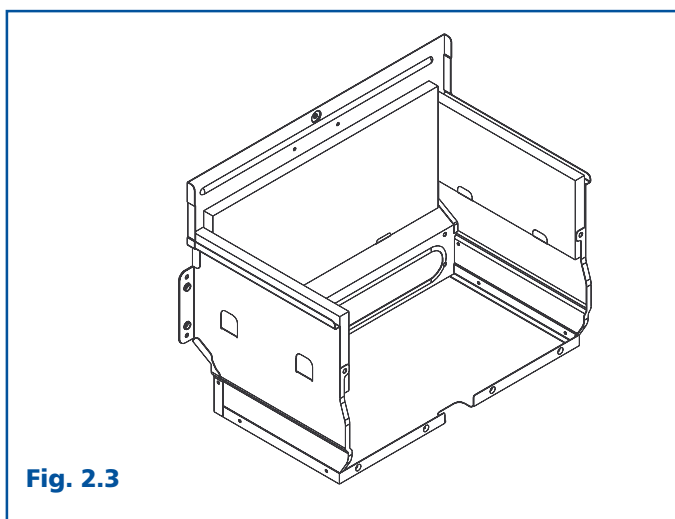

Fig. 2.3
2.2 Camera di combustione (Fig. 2.3)